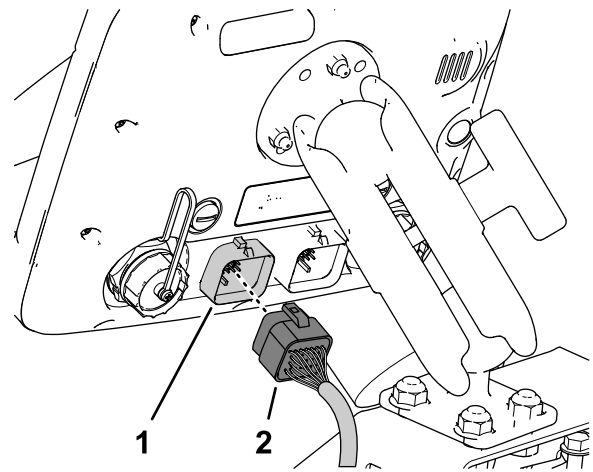

Bild 206
3. Fluchten Sie den 26-Buchsen-Stecker des Datenkabelbaums mit dem 26-Stift-Stecker des Sprühmonitors aus und drücken Sie den Buchse-Stecker in den Stift-Stecker, bis der Riegel des Steckers einrastet (**Bild 206**).